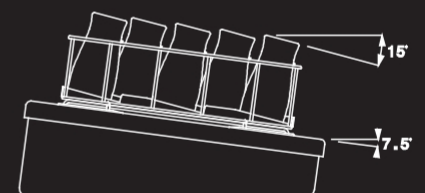

FIG 2
- ✓ Se till att korgarna är rätt orienterade. Glasögonen ska vara lutade framåt mot Airacks framsida (fig. 2).